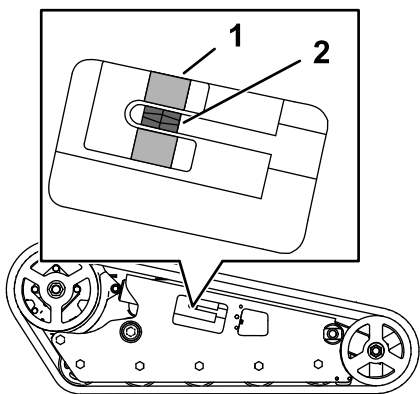

Figura 58
Verificați dacă blocul de tensionare este aliniat cu ghidajul verde de pe autocolant sau dacă blocul se află la 1,3 m față de partea din spate a fantei tubului de tensionare (Figura 58).
4. Folosind o cheie cu clichet de 1/2 inch, rotiți urubul de tensionare până când blocul de tensionare se aliniază cu ghidajul verde de pe autocolant sau se află la 1,3 m față de partea din spate a fantei tubului de tensionare (Figura 58).
de tensionare pentru ambele enile (Figura 58). Ajustați dacă este necesar.